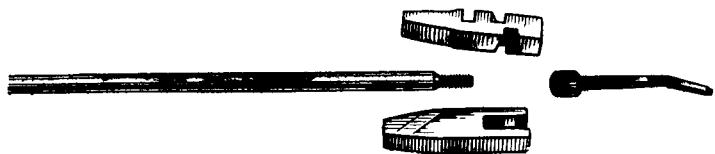

Рис. 22. Стержень с навинчивающимися головками
7) Металлический стержень из стали-серебрянки с навинчивающимися головками для регулировки механики: головка с прорезом в два миллиметра — для поворота нижних клавиатурных штифтов; головка с загнутым стержнем — для поворота пилотов роялей, то есть для устранения холостого хода в клавиатуре; головки с прорезами под прямым и под острым углом — ими можно сгибать демпферную проволоку пианино с целью приближения демпфера к струнам (см. рис. 22). Для поворота ауслёрных винтов лучше иметь самостоятельный ключ; у